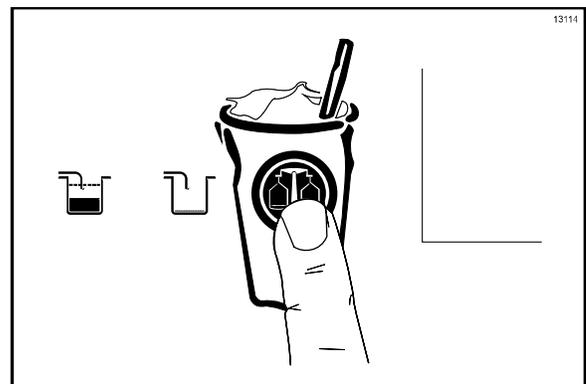

Figure 42
1. Toucher le symbole CALIBRAGE 🍹 pour afficher les options du menu. Le symbole CALIBRAGE 🍹, le symbole AUTOMATIQUE ❄️ du côté shake et le symbole PARFUM OPTIONNEL 🌀 s'allument (Cf. Figure 42).